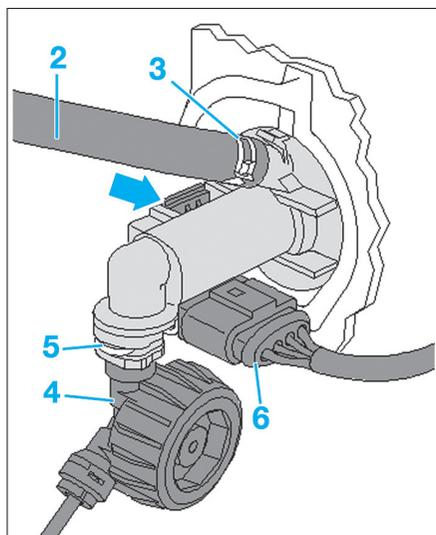

Fig. 10
- Débrancher la canalisation d'alimentation (2) sur le cylindre émetteur, après l'avoir libéré de son collier (3) (Fig.10).